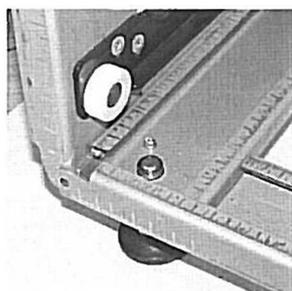
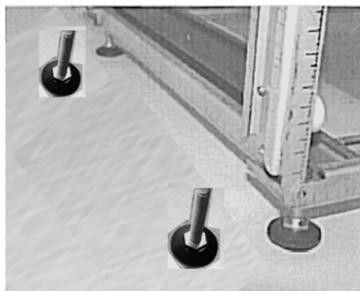

Abb. 1
Abb. 2
- Das Gerät nun seitlich anheben (kippen) und die Stellfüße (Abb. 1) ganz herausdrehen und die längeren Stellfüße (Abb. 2) einschrauben.